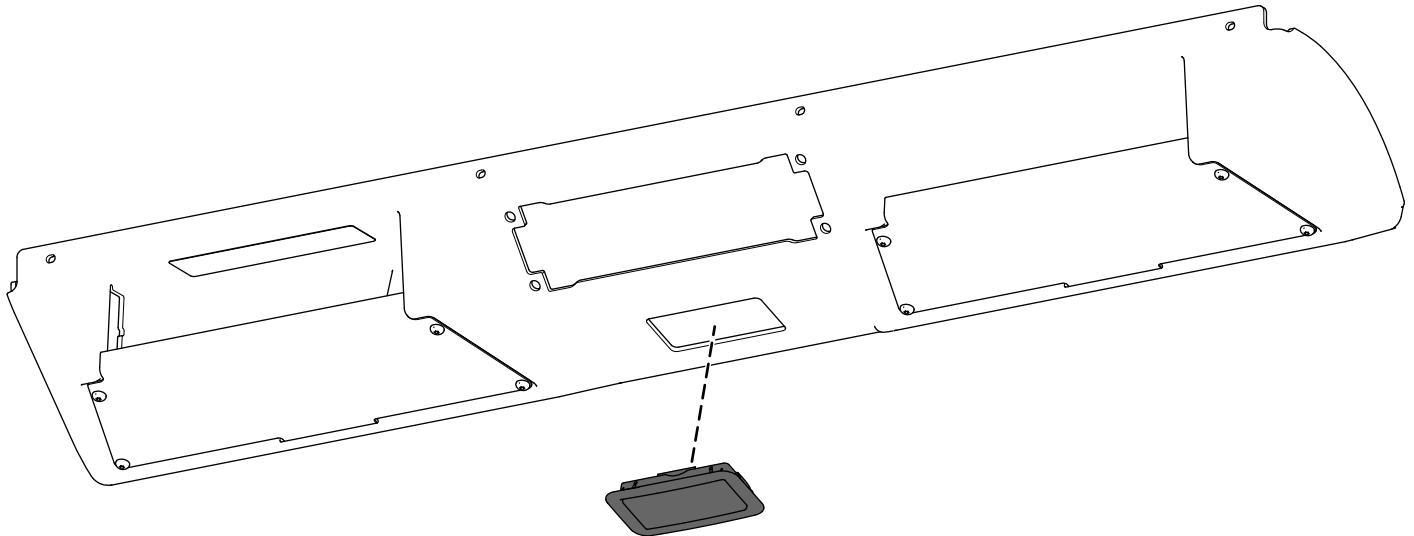

Figura 3
1. Montate la luce abitacolo alla console sovrastante (Figura 3).